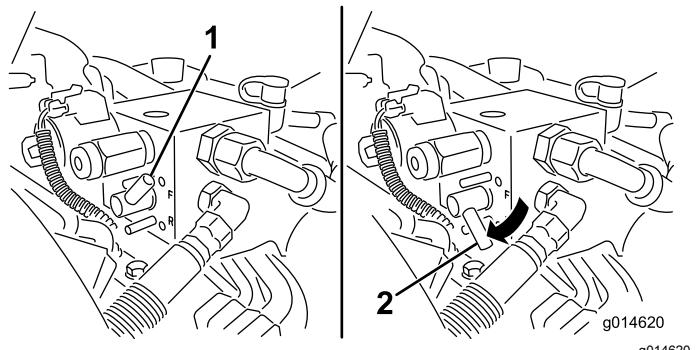

Bild 51
- Drehen Sie den Läpphebel auf RÜCKWÄRTS (R) (Bild 51).